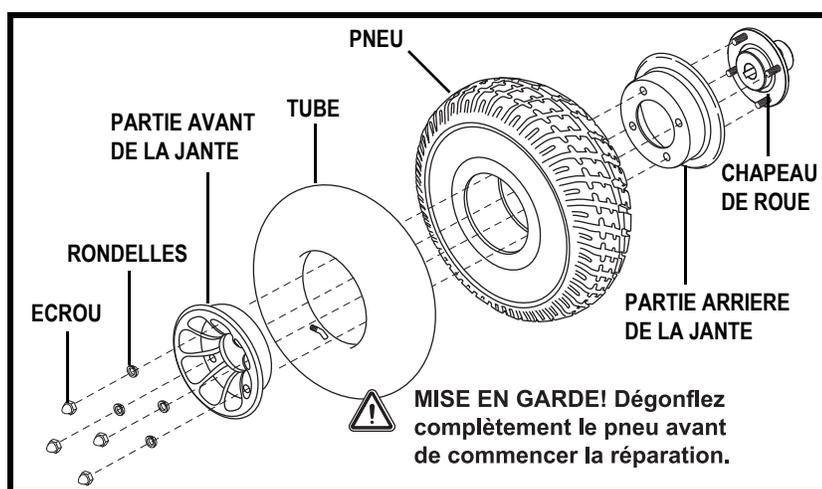

Figure 27. Roue motrice (démontée)
6. Retirez les écrous et les rondelles qui retiennent les deux côtés de la jante ensemble. **Voir la figure 27.**